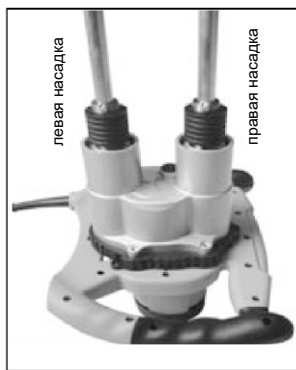

Рис. 6
2. Аналогично установите вторую насадку (рис. 6).